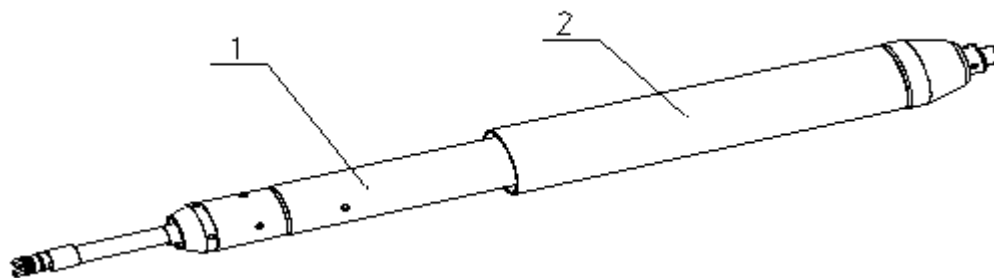

Figura 8.13.1
- n) Dati aerul afara usor prin deschiderea cu atentie a supapelor (6).
- o) Inchideti supapele (5).
- p) Pentru a sigila si lubrifia pistonul (2) puteti introduce putina apa prin supapa (6) in furtun (4).
- r) Inchideti supapa (6)
Pentru a obtine gauri de foraj mai largi cu instrumentele de largire (Figura 8.13.1), racheta (1) trebuie echipata cu expandorul cu auto-blocare (2).